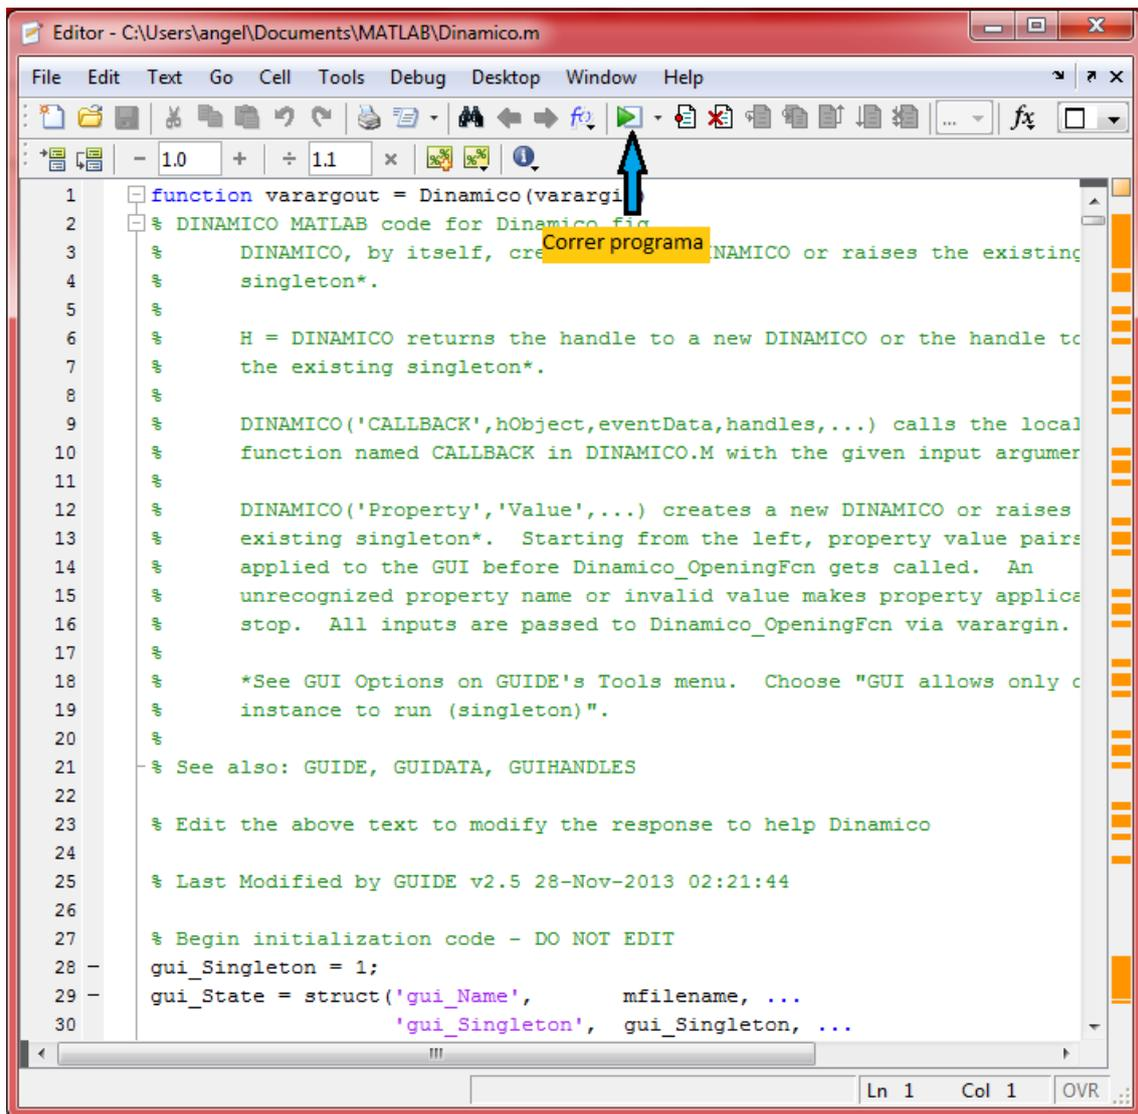

Fig. 3 Ventana de programación
- Una vez que damos abrir la ventana que nos aparecerá de manera inmediata será la ventana de programación (Editor) la cual no deberá sufrir modificaciones para que el programa siga funcionando adecuadamente. En esta ventana encontraremos en la barra de herramientas el botón “correr o ejecutar” (Run) el cual seleccionaremos ya que es el encargado de correr el programa como se muestra a continuación en la Fig. 3. En el caso de que de manera accidental se altere o modifique dicha programación, bastará con cerrar la ventana antes de correrla y no guardar las modificaciones.